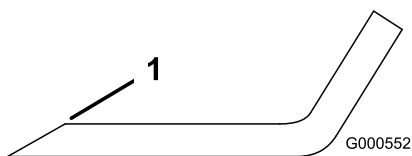
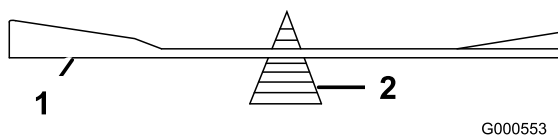

Figura 41
Figura 42
1. Utilice una lima para afilar el filo de corte en ambos extremos de la cuchilla (Figura 41). Mantenga el ángulo original. La cuchilla permanece equilibrada si se retira la misma cantidad de material de ambos bordes de corte.
2. Verifique el equilibrio de la cuchilla colocándola sobre un equilibrador de cuchillas (Figura 42). Si la cuchilla se mantiene horizontal, está equilibrada y puede utilizarse. Si la cuchilla no está equilibrada, rebaje algo el metal en la parte de la vela solamente (Figura 41). Repita este procedimiento hasta que la cuchilla esté equilibrada.